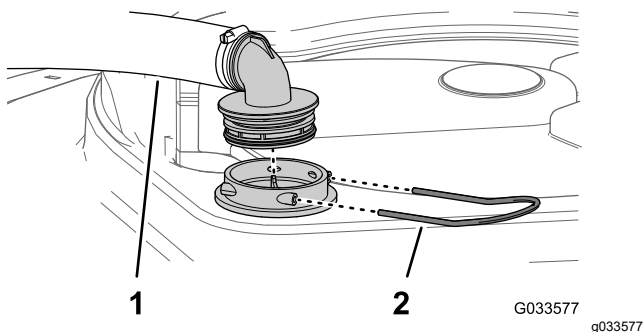

Figura 109
2. En la parte superior del depósito de fumigación, retire la horquilla de retención que sujeta el acoplamiento que está conectado a la manguera grande y al alojamiento del filtro (Figura 109).
3. Retire la manguera y el acoplamiento del alojamiento del filtro (Figura 109).